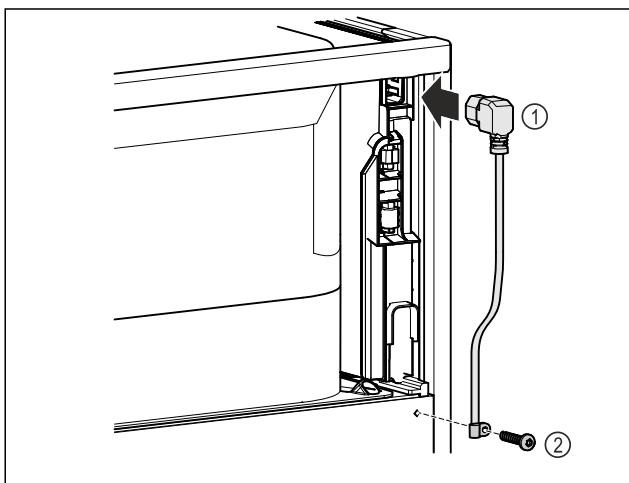

Fig. 9
- ▶ 插上冰箱背面电源线的冰箱插座 Fig. 9 (1)。
- ▶ 安装张力释放线扣。Fig. 9 (2)